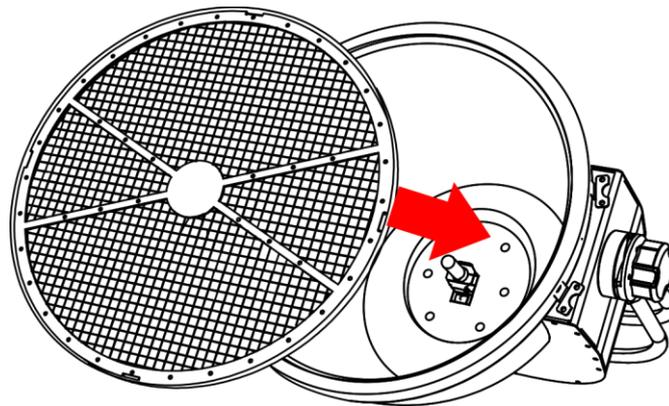
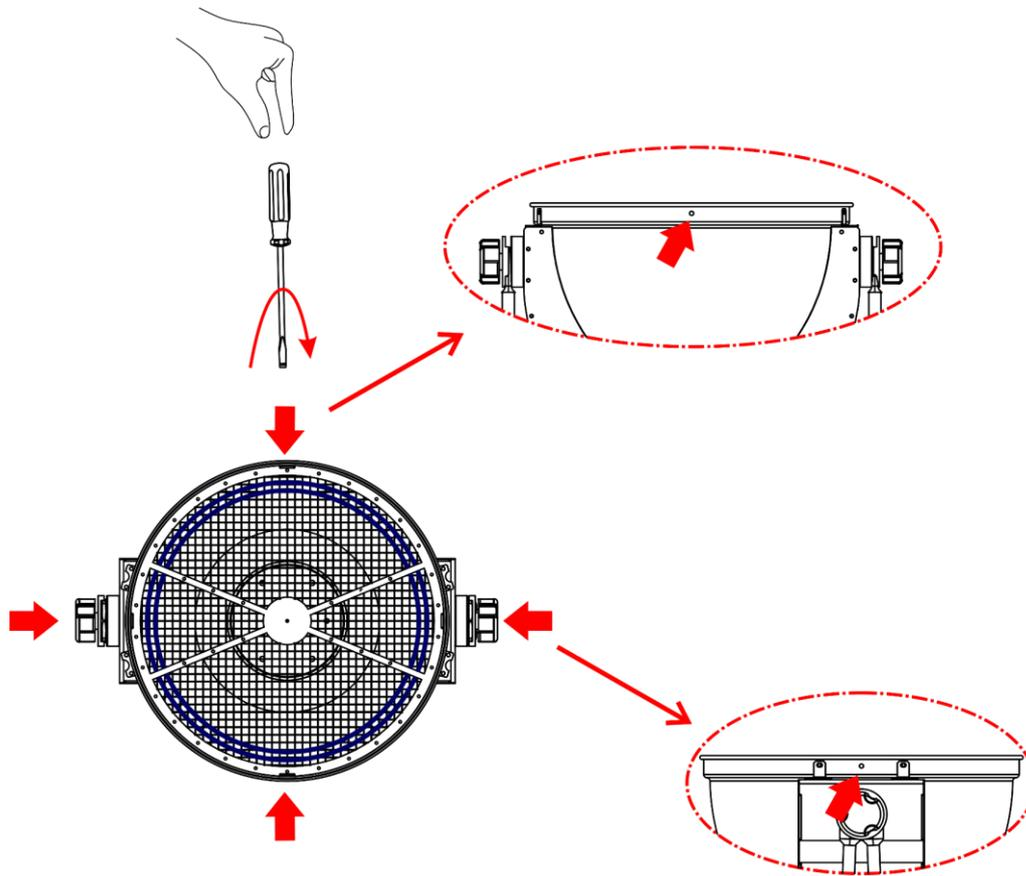

Abb. 11
Abb. 12
- 09) Bringen Sie das Lampengitter wieder an (Abb. 11) und ziehen Sie die 4 Schrauben vorne am Scheinwerfer wieder fest (Abb. 12)